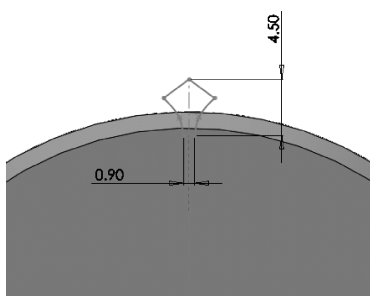

图 12-8 绘制草图并标注尺寸 1
1) 单击实体特征下表面平面，使其成为草图绘制平面。单击【标准视图】工具栏中的 (正视于) 按钮，并单击【草图】工具栏中的 (草图绘制) 按钮，进入草图绘制状态。使用【草图】工具栏中的 (直线)、 (圆弧)、 (智能尺寸) 工具，绘制如图 12-8 所示的草图。单击 (退出草图) 按钮，退出草图绘制状态。